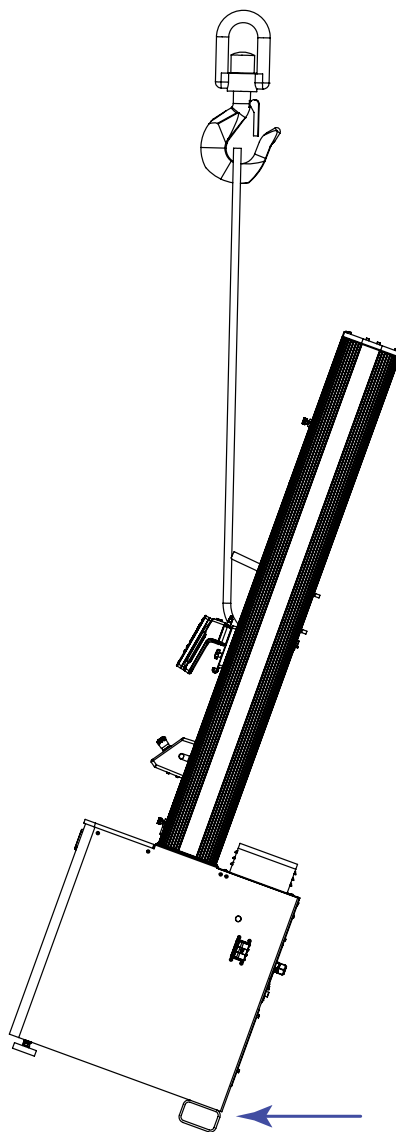

Figura 25. Raddrizzamento del telaio di prova di carico
5. Sollevare lentamente il telaio in posizione verticale (consultare la Figura 25 a pagina 88).
Durante il sollevamento, assicurarsi che le uniche parti a contatto con lo scivolo di spedizione o con il pavimento siano le staffe tubolari nella parte posteriore della base del telaio (indicate dalla freccia nella Figura 25 a pagina 88).